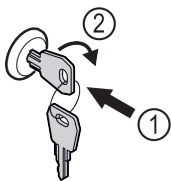

Fig. 160 Beispielhafte Darstellung
- Schlüssel hineindrücken Fig. 160 (1).
- Schlüssel um 90° im Uhrzeigersinn drehen Fig. 160 (2).